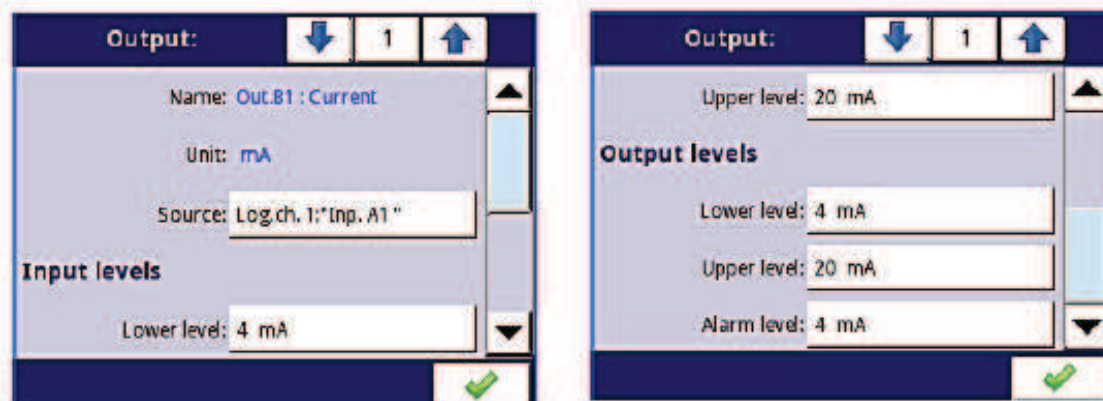

Fig. 7.97. Parámetros de la salida de corriente pasiva
- **Nivel inferior y Nivel superior:** estos parámetros limitan el rango de la señal de salida; por debajo de este rango, la señal de entrada tendrá un valor de **nivel inferior** y por encima de este rango la señal tendrá un valor de **nivel superior**, la relación entre los niveles inferior y superior es lineal y está limitado por un rango definido, ver **Fig. 7.97**,